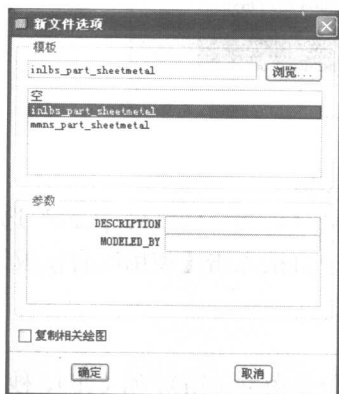

图 1-7 【新建文件选项】对话框
4、在弹出的【新文件选项】对话框中单击【模板】中【浏览】,打开【选择模板】对话框,选择“templates”文件夹,选择文件夹下“mns_part_sheetal.prt”文件,如图 1-7~图 1-10 所示。